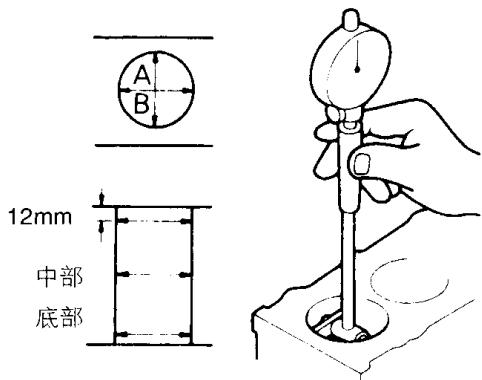

图 2-118 测量气缸内径和圆柱度
(3) 如果变形已超过极限值，则在可允许的极限值之内进行修整或更换。气缸体磨削极限值为 0.2mm。气缸体和所配合的气缸盖上允许磨削的最大总厚度为 0.2mm，气缸体高度(新件)为 284mm。
(4) 检查气缸壁有无刮痕和拉缸痕迹。如果问题明显应进行修整(镗磨到加大尺寸)或更换。
(5) 如图 2-118 所示，用量缸表测量气缸内径和圆柱度。气缸内径标准值为 85.00~85.03mm，圆柱度为 0.01mm。如果磨损严重，应修整气缸至加大尺寸并更换活塞和活塞环。